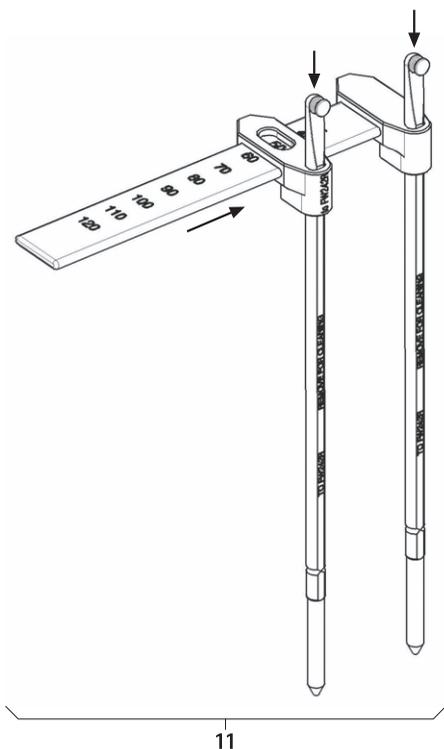

Fig. 16
- Monter l'instrument de mesure de longueur de tige 11, voir Fig. 16.